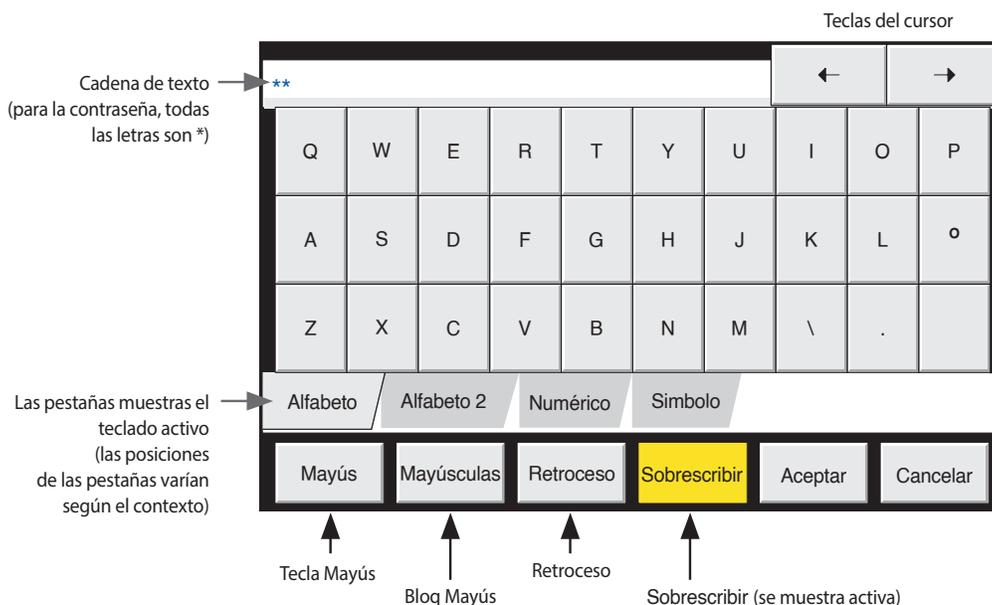

Imagen 3.3.2b Teclado del alfabeto 1
Al hacerlo, aparecerá el panel «Nueva contraseña» con un teclado (consulte el siguiente ejemplo Imagen 3.3.2b Teclado del alfabeto 1).
- 3 Toque el campo de contraseña que aparece en blanco para abrir la pantalla del teclado (consulte la imagen 3.3.2b).